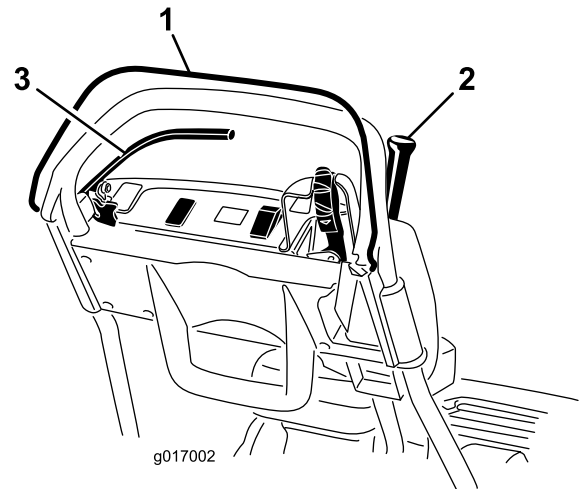

图31
2. 放开操作员到位控制装置后、尝试接合牵引杆（图31）。牵引杆应该不能接合。如果牵引杆能够接合、则需要对联锁系统进行维修。请在操作之前解决该问题。
3. 压下操作员到位控制装置并接合牵引杆、然后松开操作员到位控制装置（图31）。牵引杆应脱离。如果牵引杆不能分离、则需要对联锁系统进行维修。请在操作之前解决该问题。
4. 压下操作员到位控制装置并将换挡控制杆移至左侧、接合牵引和滚刀驱动装置、然后松开操作员到位控制装置（图31）。牵引杆应脱离。如果牵引杆不能分离、则需要对联锁系统进行维修。请在操作之前解决该问题；请参阅 维护牵引联锁开关（页码 30）。